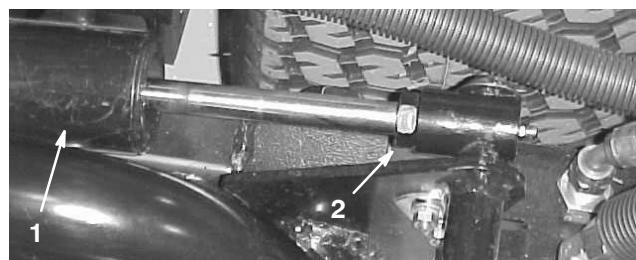

Bild 9
- Starten Sie den Motor, heben die Mähwerke an und prüfen, ob der Abstand zwischen der Abnutzungsleiste an der Oberseite des hinteren Mähwerks und dem Pufferstreifen zwischen 0,51 und 2,54 mm liegt (Bild 8). Justieren Sie den hinteren Zylinder, bis sich der richtige Abstand ergibt, wenn der Abstand davon abweicht. Senken Sie zum Einstellen des Zylinders die Mähwerke ab und drehen die Klemmmutter am Zylinder zurück (Bild 9). Halten Sie die Zylinderstange mit einer Zange und einem Lappen nahe an der Mutter und drehen die Stange. Heben Sie die Mähwerke an und prüfen den Abstand nach. Wiederholen Sie diesen Vorgang nach Bedarf. Ziehen Sie nun die Klemmmutter am Lastbügel fest.